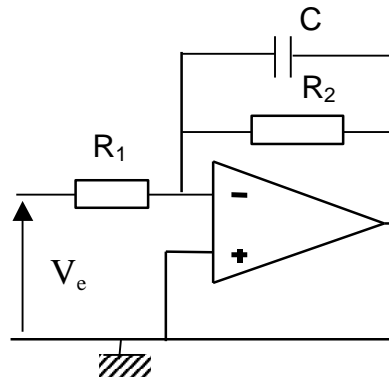

Figure 1 : Filtre passe-bas actif.
- Réalisez le filtre passe-bas suivant le schéma donné en figure 1, avec un gain 30 dB dans la bande passante et une fréquence de coupure de 20 kHz.